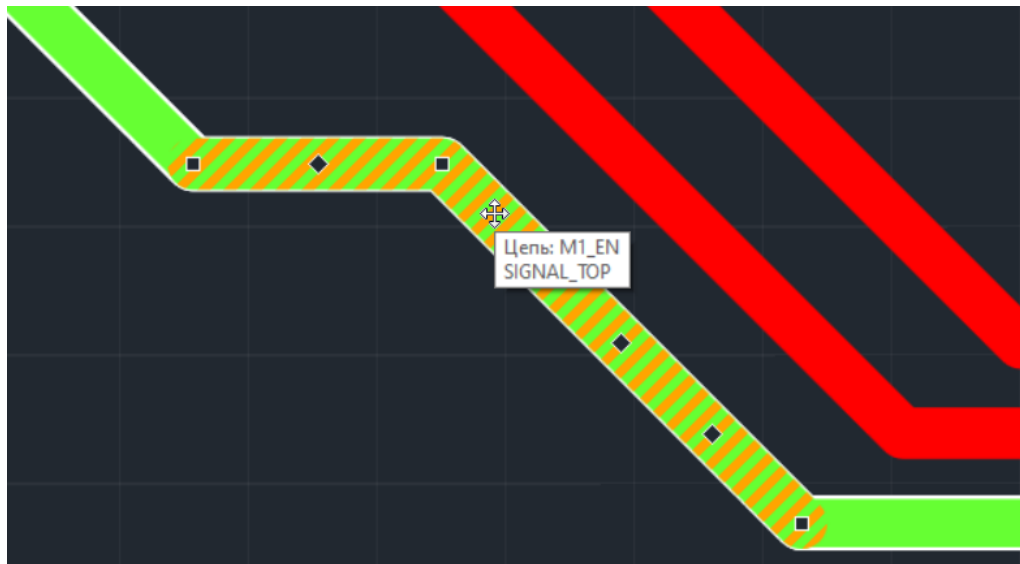

Рис. 254 Выбор смежных сегментов
1. Выберите сегменты трека, Рис. 254.